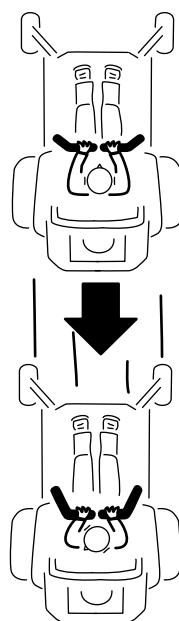

Figura 21
2. Para ir hacia atrás, tire lentamente de las palancas de control de movimiento hacia atrás (Figura 21).
3. Para ir hacia adelante, empuje lentamente las palancas de control de movimiento hacia adelante (Figura 21).